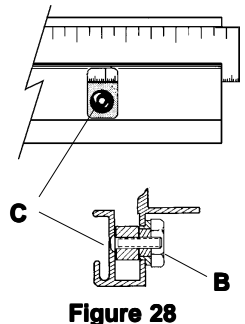

Figure 28
NOTE: One end of each squaring edge bar is fixed in position by its **PIVOT SCREW** near the cutting line. Each of the bars can be raised or lowered slightly by rotating them around their **PIVOT SCREW**. This is done by turning **ECCENTRIC NUTS (B)**, **Figure 28**, one in the **RIGHT SQUARING EDGE BAR** and two in the left. The **LEFT SQUARING EDGE BAR** is very long, so two **ECCENTRICS** are provided to assure the **SQUARING EDGE BAR** can be adjusted straight.
HINWEIS: An dem Ende von jeder **Winkelleiste**, das der Schnittlinie am nächsten liegt, befindet sich eine **Stellschraube**, welche die **Winkelleiste hält**. Jede dieser Leisten kann mit diesen **Stellschrauben** ein wenig angehoben oder gesenkt werden, indem Sie um diese **Stellschrauben** gedreht werden. Das wird durch ein Drehen der **Exzentrilmuttern (B)**, **Abbildung 28**, von denen sich eine in der **rechten Winkelleiste** und zwei in der **linken Winkelleiste** befinden. Da die **linke Winkelleiste** sehr lang ist wurden zwei **Exzentrilmuttern** eingebaut, um sicherzustellen, daß die **Winkelleiste** genauestens eingestellt werden kann.
N.B. Un côté de chaque barre de bord d'équarrissage est maintenu en position grâce à une **VIS PIVOTANTE** près de la ligne de coupe. Chacune des barres peut être abaissée ou relevée légèrement en les faisant pivoter autour de leur **VIS PIVOTANTE**. Ceci est accompli en faisant tourner les **BOULONS EXCENTRIQUES (B)**, **Figure 28**, un dans la **BARRE DE BORD D'ÉQUARRISSAGE DROIT** et deux dans la gauche. La **BARRE DE BORD D'ÉQUARRISSAGE GAUCHE** étant très longue, deux **BOULONS EXCENTRIQUES** sont fournis pour assurer que la **BARRE DE BORD D'ÉQUARRISSAGE** peut être ajustée correctement.